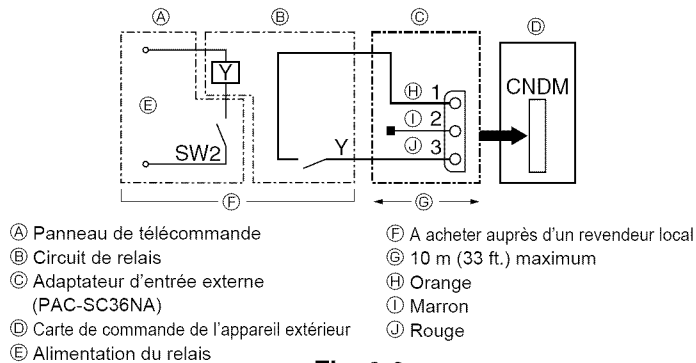

Fig. 9-2
9.2. Fonction de demande (modification sur site) (Fig. 9-2)